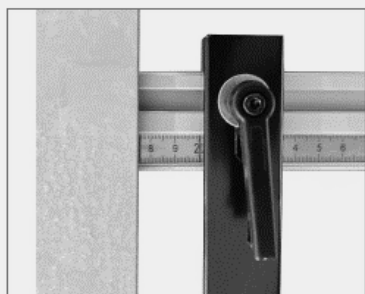
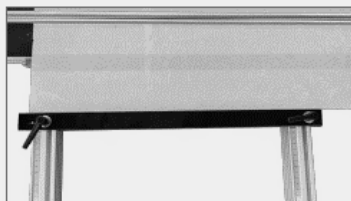

Figure 3
Figure 4
2. Installez la règle. Fixez-la à la pointe (comme indiqué dans la figure 3). Notez que les positions des deux côtés de la règle doivent être alignées afin de serrer le carreau/la pièce en céramique (figure 4).